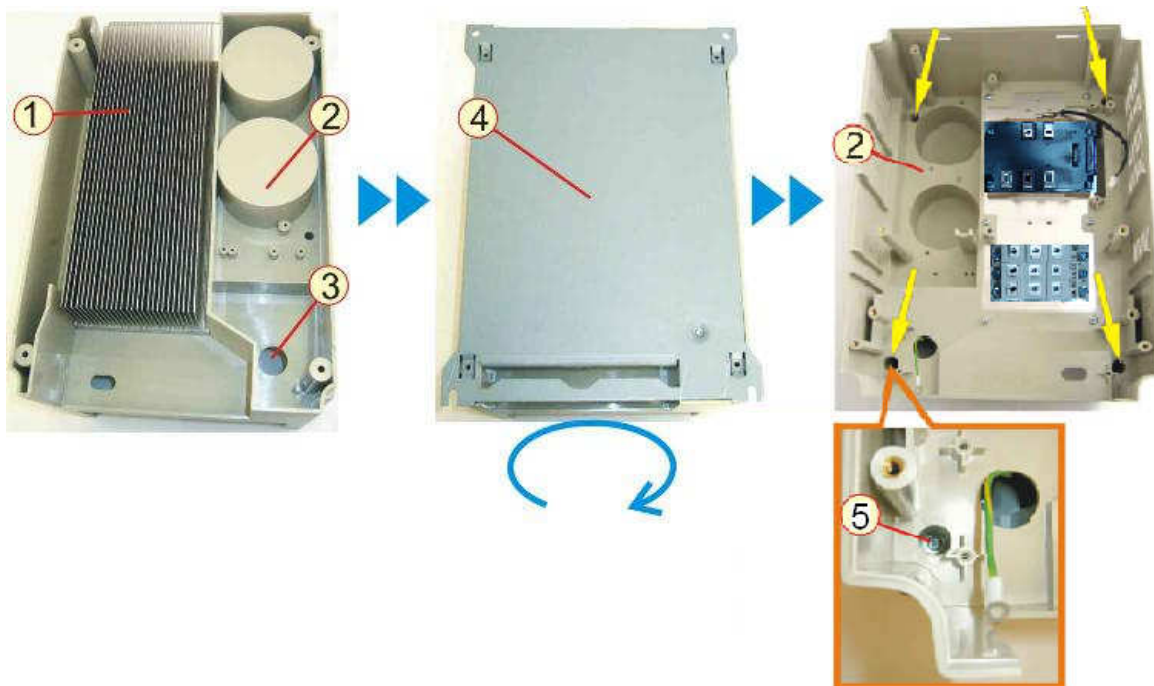

Рис.7.27
7.15.2. Взять корпус с установленным на нем радиатором, установить на рабочем столе так, чтобы ребра радиатора были обращены вверх (рис.7.27).
7.15.3. Установить опорную панель 4 на корпус, при этом заземляющий провод пропустить в отверстие 3 (рис.7.27).
7.15.5. Вкрутить четыре винта 1 углублениях корпуса (рис.7.27).